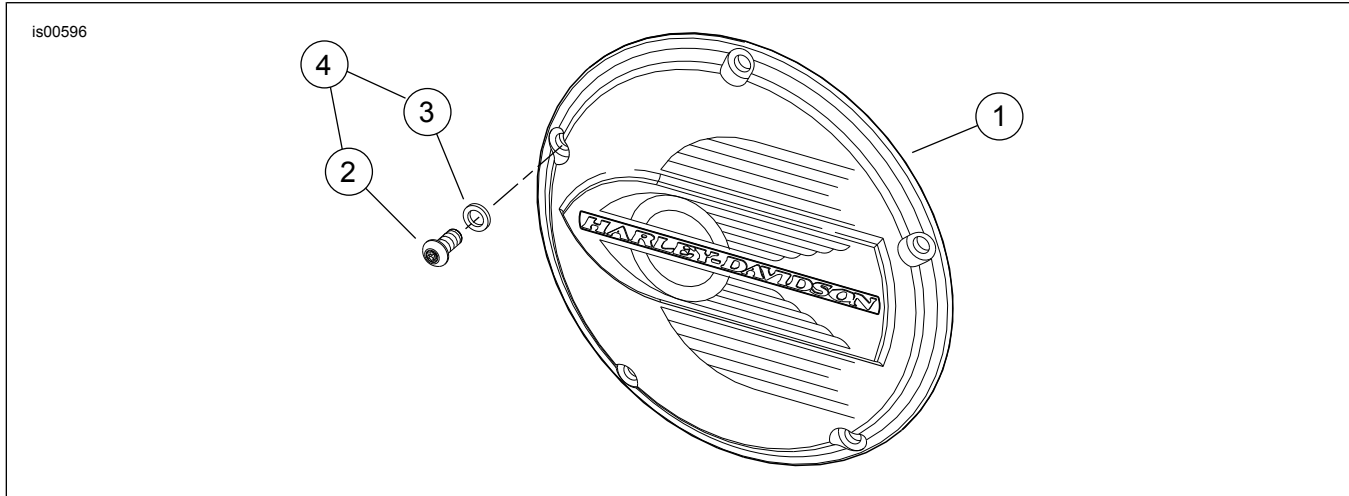

Figure 2. Couvercle d'inspection d'embrayage « roue volante »
Voir la Figure 2 et le Tableau 1.
- b. Voir la Figure 2. Placer une rondelle (3) du kit sur les filets de l'une des nouvelles vis (2). Insérer les filets de vis dans le trou de dessus du couvercle d'inspection d'embrayage et la visser avec soin jusqu'au bout dans le trou de forme triangulaire du joint. Ne pas pousser la vis dans le trou.